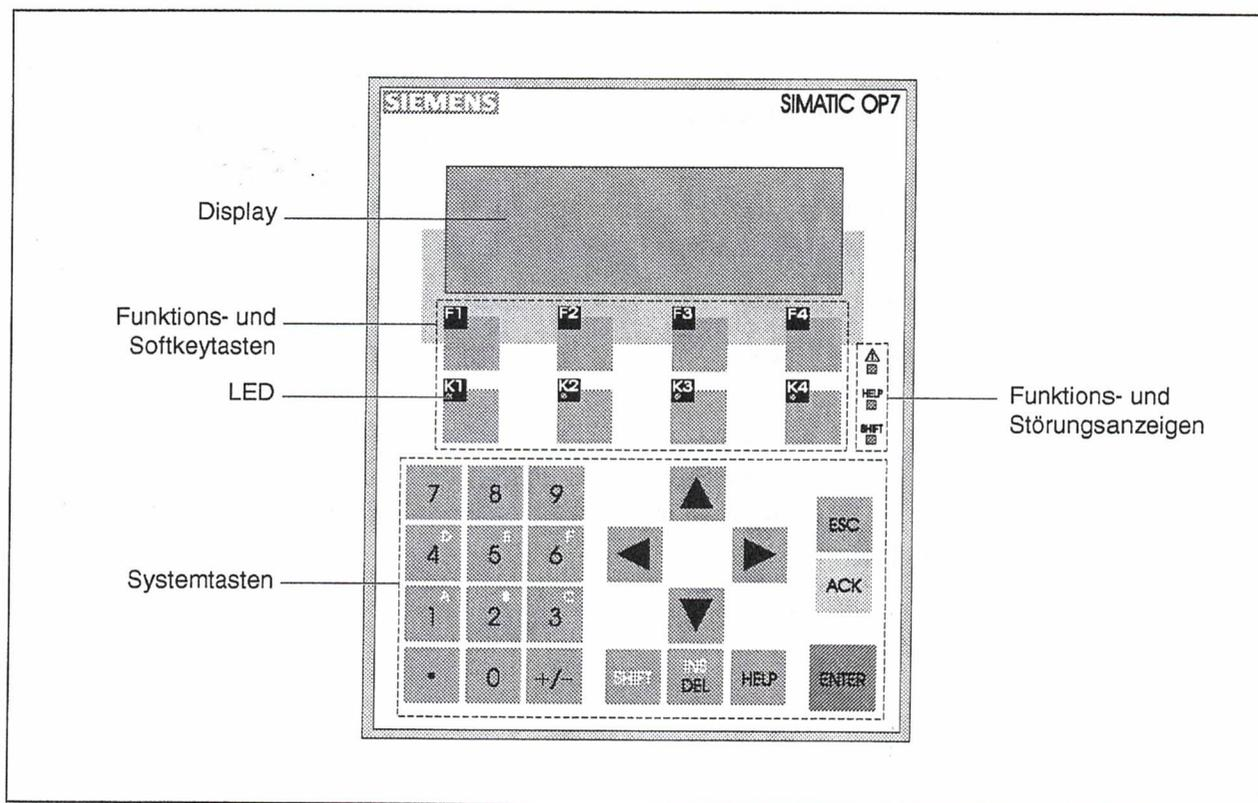

Abbildung 1-7 Bedienterminal: Übersicht
**Funktion** Das Bedienterminal (siehe Abbildung 1-7) benötigen Sie zu folgenden Bedienschritten:
Das Bedienterminal wird über die Tastatur bedient. Auf dieser sind drei funktionale Blöcke (siehe Abbildung 1-7) zu unterscheiden:
**Systemtasten** In Abbildung 1-7 ist der Tastenblock mit den "Systemtasten" markiert. Die Funktionalität der einzelnen Tasten ist in der folgenden Tabelle erklärt: